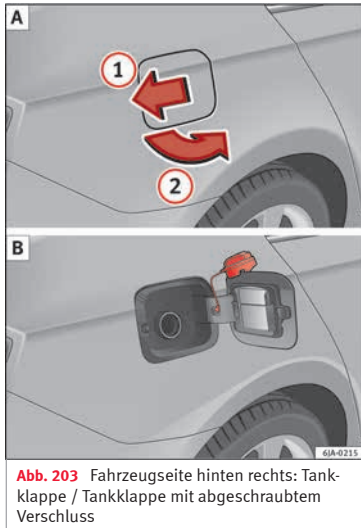

Abb. 203 Fahrzeugseite hinten rechts: Tankklappe / Tankklappe mit abgeschraubtem Verschluss
Auf der Innenseite der Tankklappe finden Sie die richtige Kraftstoffsorte für Ihr Fahrzeug sowie die Reifengröße und den Reifenfülldruck » **Abb. 203** .
- Drücken Sie in Pfeilrichtung » **Abb. 203** auf die Tankklappe.
- Tankverschluss links herum herausdrehen und oben auf die Tankklappe stecken » **Abb. 203** .
- Nach Fahrzeugentriegelung mit der Fernbedienung der Zentralverriegelung drücken Sie auf die Tankklappe in Pfeilrichtung » **Abb. 203**.